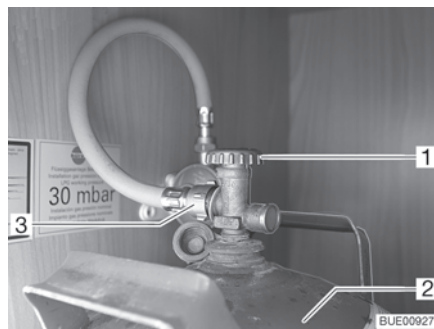

Fig. 114 Caja para bombonas de gas
- Cerrar la llave de paso principal (Fig. 114,1) de la bombona de gas (Fig. 114,2). Observar el sentido de la flecha.
- Desenroscar la goma del gas (Fig. 114,3) de la bombona de gas.